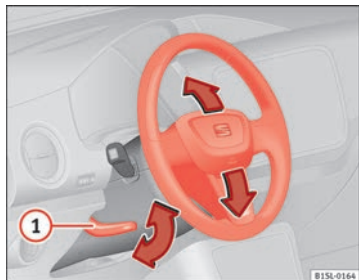

Abb. 33 Lenkradposition mechanisch einstellen.
- Den Hebel ⇒ Abb. 33 ① nach unten schwenken.
- Den Hebel ⇒ Abb. 33 ① nach dem Einstellen immer fest nach oben schwenken, damit das Lenkrad während der Fahrt nicht unbeabsichtigt seine Position verändert.